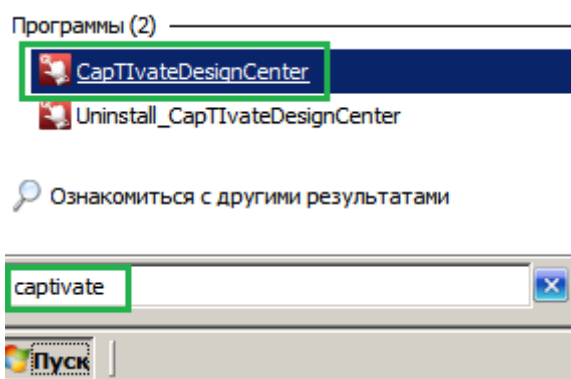

Рис.8 – Меню «Пуск»
- или через меню «Пуск» (рис.8)